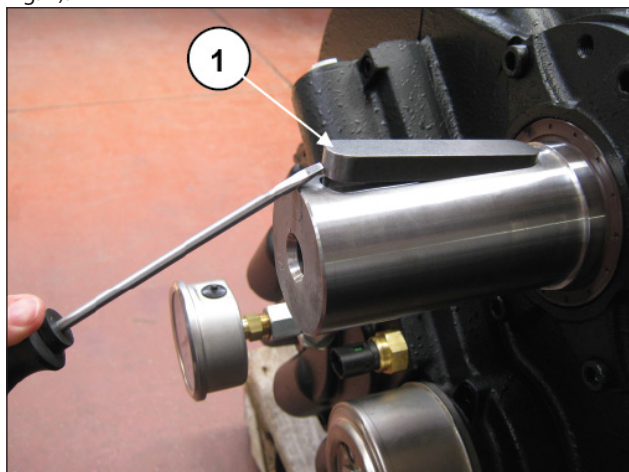

Fig. 7
Déposer la clavette de l'arbre de la prise de force (rep. ①, Fig. 7).